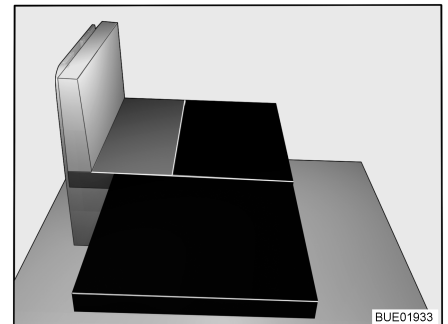

Bild 38 Efter ombyggnaden
- Placera den stora extra dynan på skivan (se Bild 38).